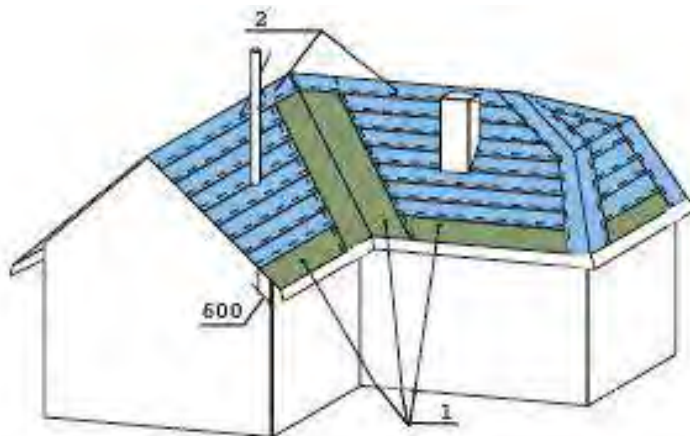

Рисунок 3.1. Скатные кровли
3.3. Кровельный ковер из гибкой черепицы включает подкладочный слой из битуминозного рулонного материала, укладываемый под черепицу по всей поверхности кровли см. рисунок 3.1.